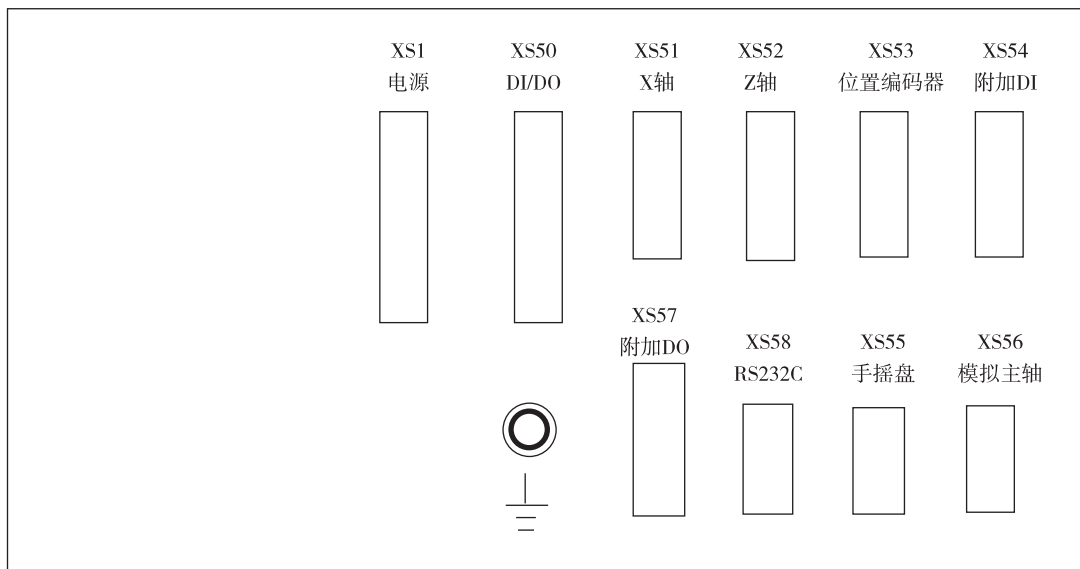

图 3. 1a
- XS1 : 5 芯绿插座，电源接口，管脚排列见图 3. 1b。